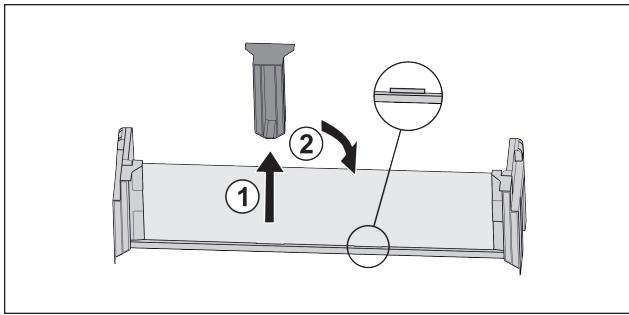

Fig. 65
- Desprindeți piesa de susținere intermediară Fig. 65 (1).
- Introduceți piesa de susținere intermediară la a doua poziție Fig. 65 (2).